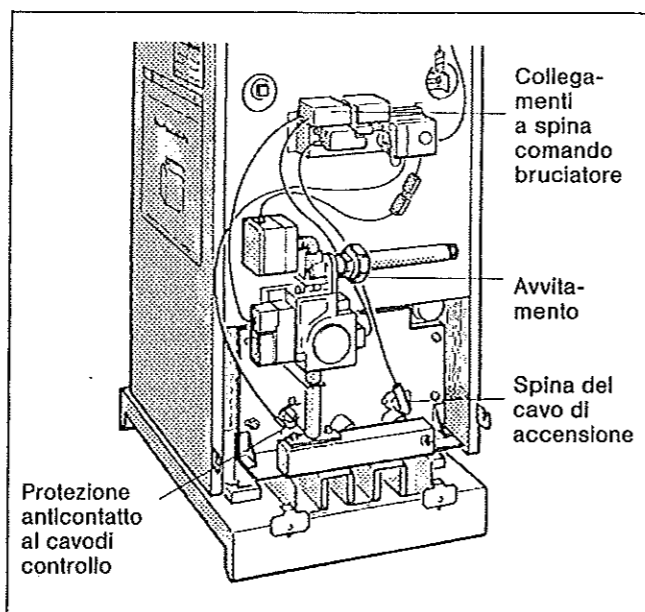

Fig. 21: G_224 L, Bruciatore a gas
- ⊛ Separare il bruciatore dal tubo di alimentazione gas alla vite di collegamento (Fig. 21).
- ⊛ Staccare i collegamenti a spina dall'unità di comando del bruciatore (Fig. 21).
- ⊛ Togliere la protezione anticontatto dal cavo di controllo (Fig. 21) e allentare il collegamento a spina.
- ⊛ Staccare la spina del cavo di accensione dall'elettrodo (Fig. 21).